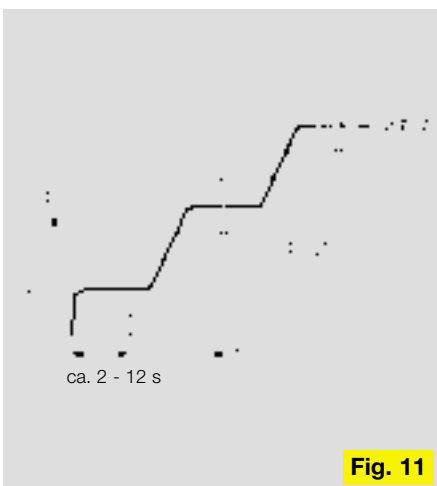

Fig. 11
der Druckregler durch Lösen einer Verschlußschraube (ST) in Startgasstellung gehalten werden (Fig. 10). Nach Einstellung Verschlußschraube wieder festziehen. Nach ca. 3 - 12 s Haltezeit gedämpfter Druckanstieg von p_S auf p_{G1} 1. Stufe (Fig.11). Mit dem Anlegen der Spannung an die Magnetspule Antrieb „Z“ steigt der Ausgangsdruck p_G bis auf den eingestellten Wert der 2. Stufe (Fig.11).
coil(s), valves 1 and 2 open. For the adjustment of the start gas pressure, the governor can be kept in the start gas position by loosening the screw plug (ST) (Fig. 10). Following the precision adjustment retighten screw plug. After approx. 3 - 12 s damped pressure increase from p_S to p_{G1} 1st step (Fig.11). When applying voltage to the solenoid coil actuator "Z" the outlet pressure p_G increases up to the set value of step 2 (Fig.11).
bobine(s) d'électro-aimant les vannes 1 et 2 s'ouvrent. Pour le réglage de la pression de gaz initiale, le régulateur peut être tenu dans la position de débit initial, en desserrant le bouchon (ST) (Fig. 10). Après le réglage précis resserrer le bouchon. Après 3 - 12 s environ augmentation amortie de p_S à p_{G1} 1er étage (Fig.11). Avec l'alimentation de la tension à la bobine d'électro-aimant commande "Z" la pression aval p_G augmente jusqu'à la valeur ajustée du 2ème étage (Fig.11).